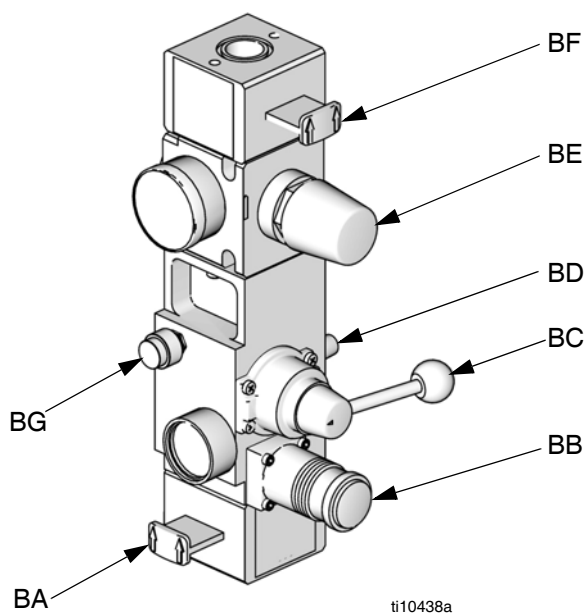

FIG. 3. Commandes pneumatiques intégrées
| G | Commandes pneumatiques intégrées (consultez la FIG. 3) | U | Vanne de vidange de la conduite d'air (non fournie) |
- G Commandes pneumatiques intégrées (consultez la FIG. 3)